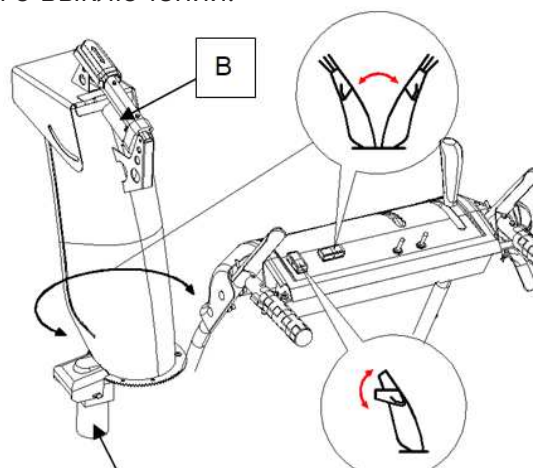

Рисунок 9
1. Нажать регулятор поворота в положение ВВЕРХ [UP] и удерживать для поворота желоба влево (см. поз. А на Рисунок 9)
1. Нажать регулятор отклонения желоба в положение ВВЕРХ [UP] и удерживать для увеличения высоты и расстояния выброса снега (см. поз. В, Рисунок 9)